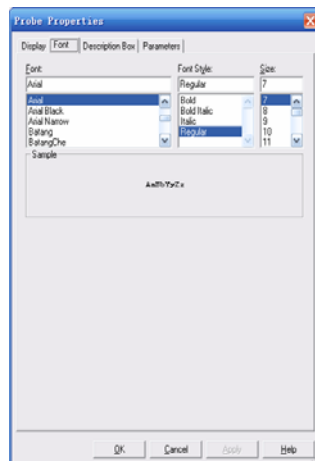

图 5-190 “Font”选项卡
- “Font”选项卡：探针显示测试结果字体及大小设置，如图 5-190 所示。